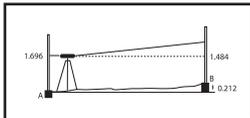

Fig.11
- Cambie el nivel de sitio y colóquelo a aproximadamente 1 m de A (Fig.11).